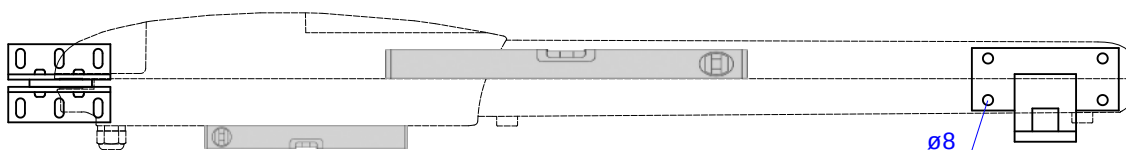

Рисунок 10. Установка крепления переднего
- Выдержав монтажный размер **W**, закрепите переднее крепление на створке (Рисунок 10). Крепление можно прикрутить или приварить к створке. Установку проверяйте уровнем.